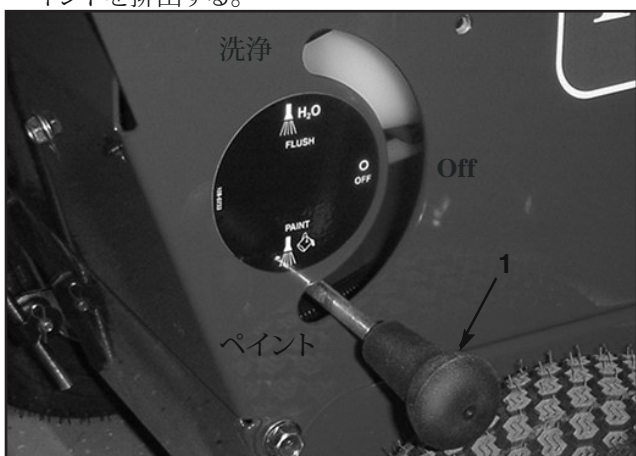

図31
5. 洗浄/ペイント切り替えレバー (図31) を「ペイント」位置にする。